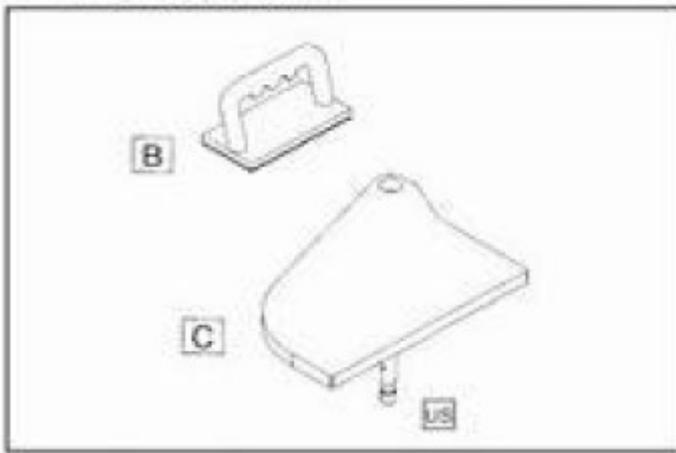

Рис. 1. Общие элементы
Элементы (рис. 1 и 3)	Количество
9. Нажать кнопку включения, затем сразу кнопку отключения на магнитном пускателе (рис. 1).